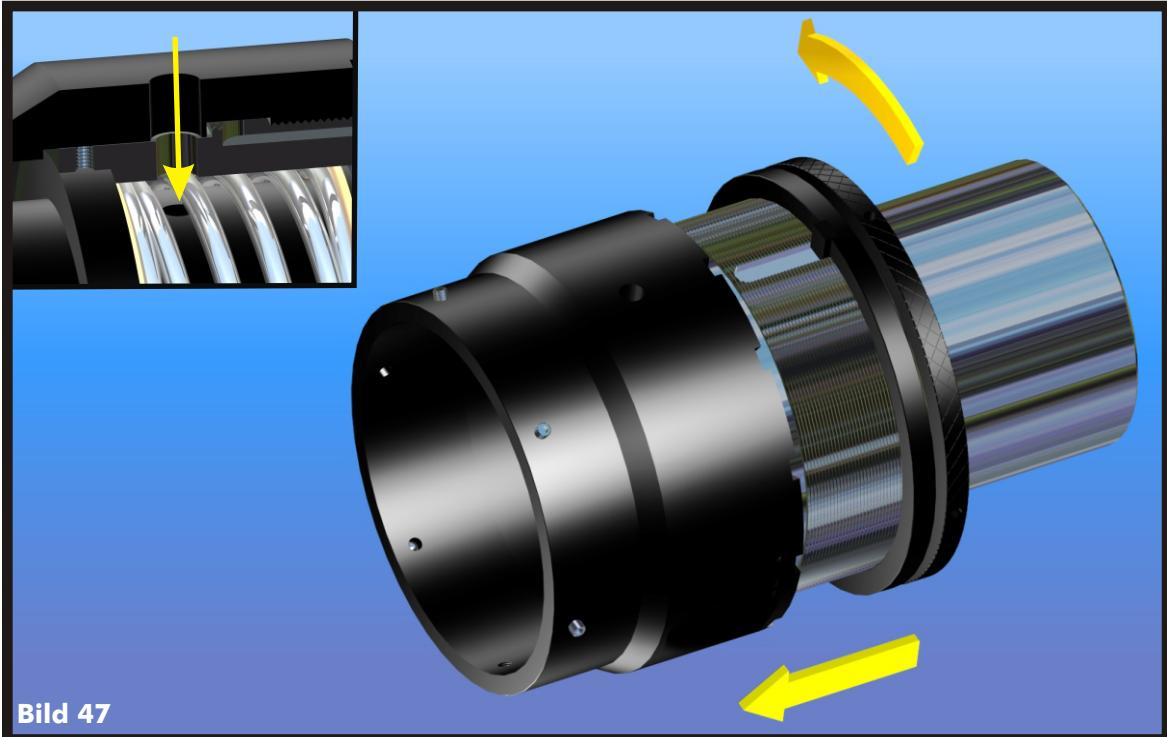

Bild 47
- > **Drehen Sie die Aufnahme soweit ins Gehäuse, bis die Bohrungen des Gehäuses, der Aufnahme und der Gewin-debuchse fluchten (Bild 47).**